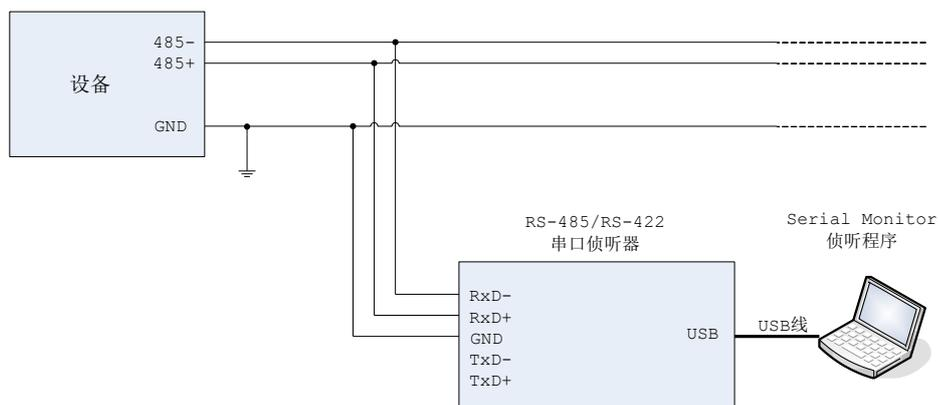
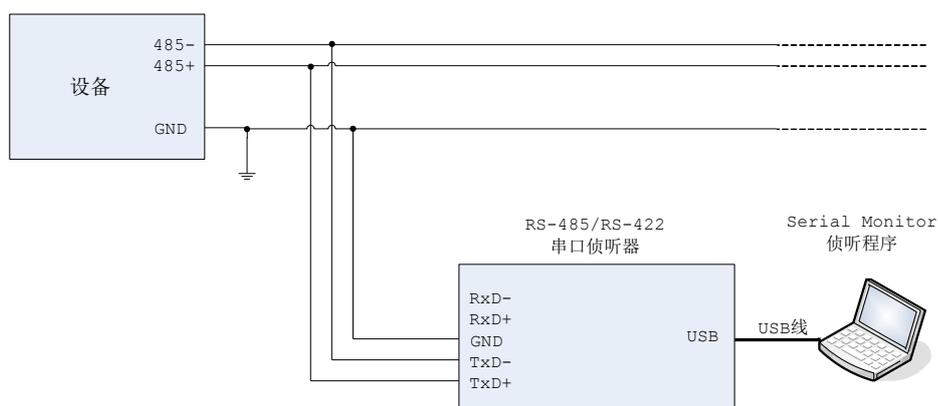

图 1 RS-485 (单通道) 侦听连线图 1
图 2 RS-485 (单通道) 侦听连线图 2
1. 本模块可同时侦听 2 个通道 (RxD、TxD)，如被监听的为 RS-485，或只需要侦听一个通道，则接线如图 1 或图 2 所示。如被监听的为 RS-422，或需同时侦听 2 个通道，则接线如图 3 所示。